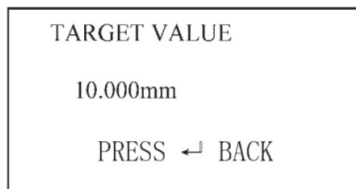

Abbildung 24
- Verwenden Sie die „↑“ oder „↓“, um „Diff Mode“ auszuwählen. Bestätigen Sie mit „←“, wie in Abbildung 24 dargestellt.